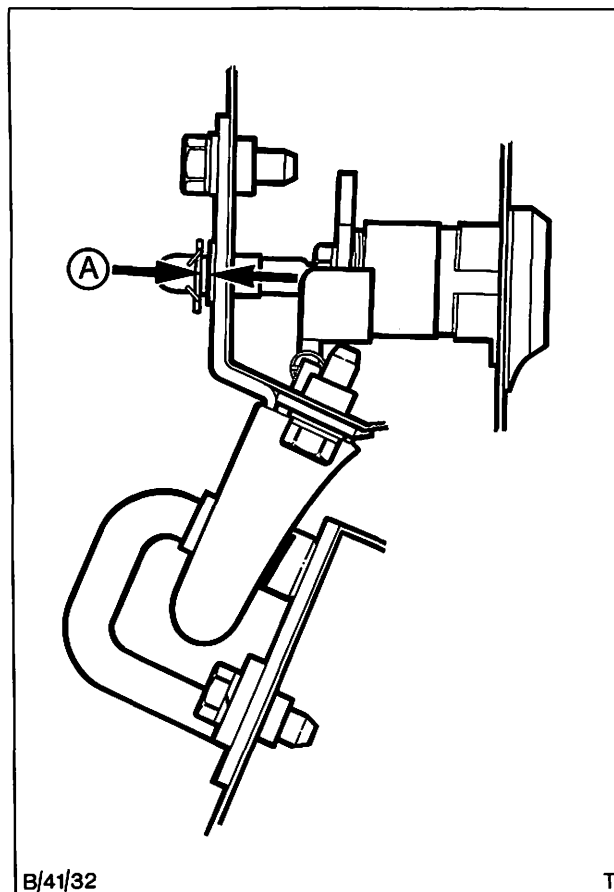

Abb. 64 Schließzylinder, Schloß und Schließbügel – Kofferraumdeckel, Maß A = Abstand zwischen Sicherungsscheibe und Deckelinnenblech
6. Deckelschloß ansetzen und mit 3 Schrauben und Scheiben befestigen. Sicherungsscheibe auf den Führungsstift drücken. Abb. 64.